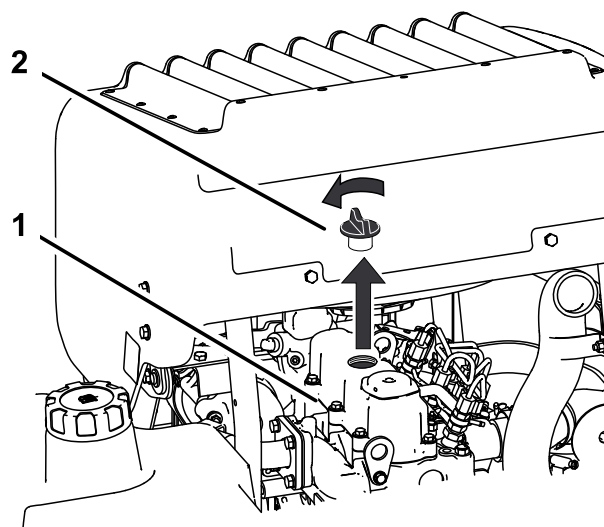

Figure 46
6. Retirez le bouchon de remplissage d'huile en haut du moteur (Figure 46). Cela facilitera la vidange de l'huile.
2. Retirez le bouchon de remplissage et la jauge (Figure 46).